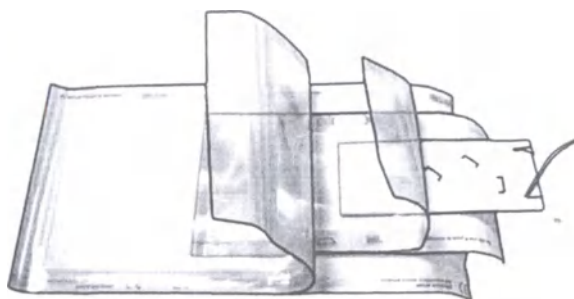

Рисунок 3
6.3 Нить уложенная в фиксатор с иглами хирургическими или без игл хирургических (рисунок 3).